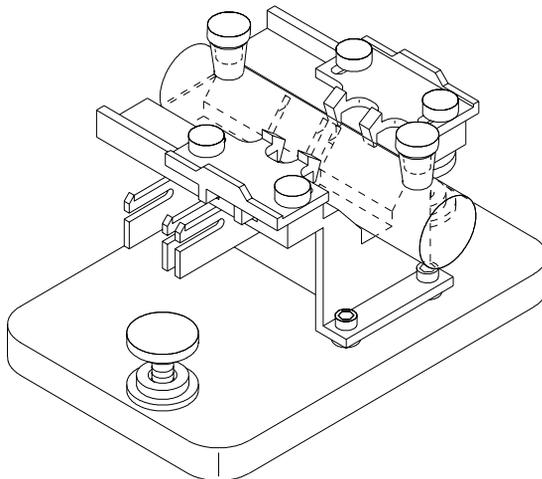

Figura 19 Cella cilindrica da 10 cm installata nel portacella a percorso lungo
- 5 Chiudere i morsetti sulla cella del campione, come nella Figura 19. Serrare le quattro viti che fissano la cella in posizione.